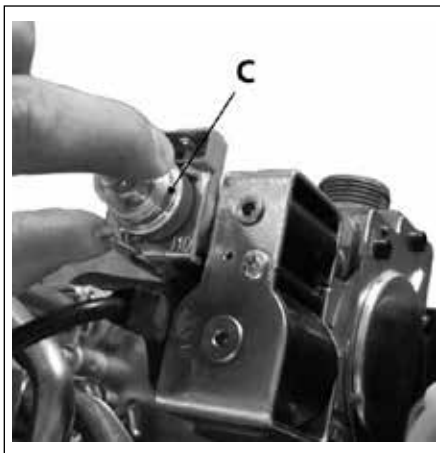

Рис. 24 Бобіна модуляції газового клапану
- Зняти пластиковий ковпачок **С** (дивись Рис. 24 Бобіна модуляції газового клапану) з верхньої котушки модулятора газового клапану, що захищає гвинти регулятора тиску.